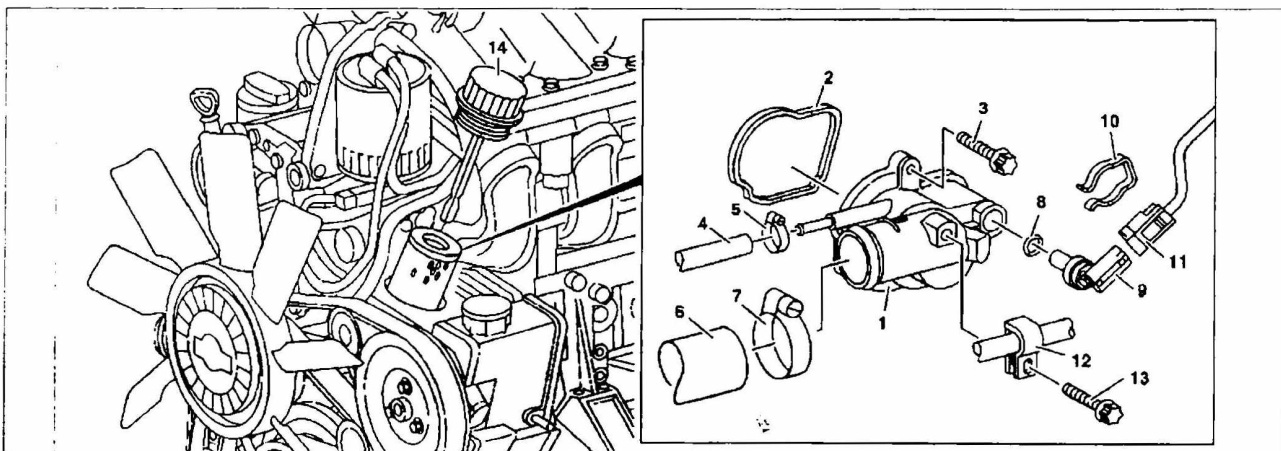

Рис. 53. Снятие и установка термостата:
2. Отсоедините разъем проводки **11**, извлеките фиксатор **10** и датчик температуры охлаждающей жидкости **9** (рис. 53).